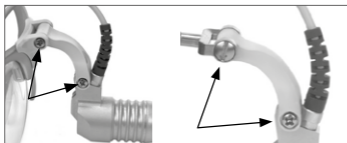

Bild 13 Efterdra skruvarna
- För att LED MicroLight skall kunna inta varje steglös och fritt valbar position kan det vara nödvändigt att efterdra skruvarna med en skruvmejsel (se bild 13).